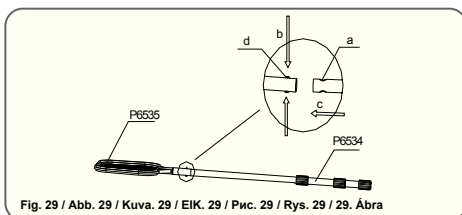

Fig. 29 / Abb. 29 / Kuv. 29 / EIK. 29 / Pvc. 29 / Rys. 29 / 29. Ábra
1. Connect the skimmer head (P6535) to the pole (P6534) ensuring the spring-loaded pins snap into the pre-drilled holes. (See Fig. 29)
1. Ligue a cabeça do skimmer (P6535) à haste (P6534) verificando que os pinos de metal encaixam nos orifícios existentes. (Veja Fig. 29)
1. Conecte el cabezal del skimmer (P6535) al mango (P6534) asegurándose de que las clavijas accionadas por muelles se ajustan en los orificios pretaladrados. (Vea Fig. 29)
1. Den Skimmerkopf (P6535) auf die Stange (P6534) aufsetzen und sicherstellen, dass die Federstifte in die vorgebohrten Löcher einrasten. (Siehe Abb. 29)
1. Sluit de skimmerkop (P6535) aan op de paal (P6534) en zorg ervoor dat de veerpinnen in de voorgeboorde gaten springen. (Zie Fig. 29)
1. Collegare la testa dello skimmer (P6535) all'asta (P6534) assicurandosi che le linguette a molla scattino in posizione (Vedere Fig. 29).
1. Fixez la tête de l'aspirateur (P6535) au manche (P6534) en vous assurant que les languets à ressort s'enclenchent dans les ouvertures percées. (Voir Fig. 29)
1. Наденьте головку скиммера (P6535) на шест (P6534), при этом подпружиненные язычки должны попасть в отверстия. (См. Рис. 29)
1. Połącz głowicę skimmera (P6535) do rurki (P6534), sprawdzając, czy zawleczki sprężynowe zatrzaszkują się w uprzednio wywierconych otworach. (Patrz Rys. 29)
1. Koppla skimmerns munstycke (P6535) till skaftet (P6534) och försäkra dig om att de fjäderstiftarna fäster fast i de förborrade hålen. (Se Fig. 29)